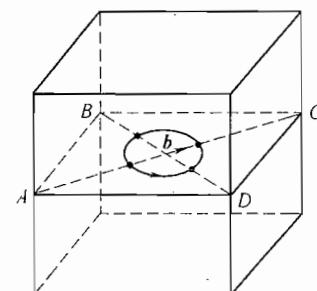

图 40-2 第三题第 3 小题图
3. 如图 40-2 所示的晶体中， $ABCD$  滑移面中央有一个位错环，位错线方向为逆时针方向，其柏氏矢量  $b$  平行于  $AC$ 。